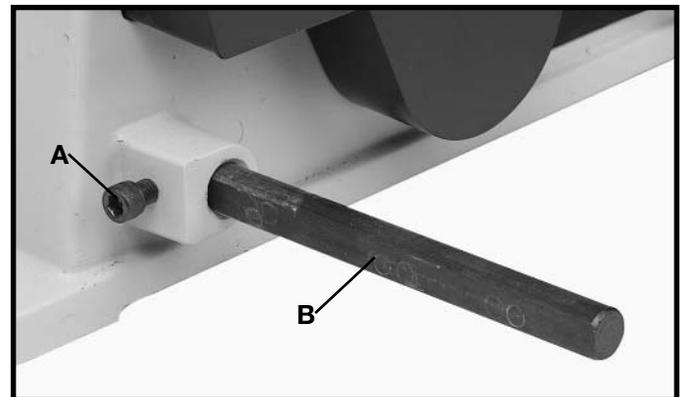

Fig. 11
1. Installez une vis hex. à tête creuse hex. M8 x 1,25 x 20 mm (A) fig. 11, en la vissant partiellement dans le trou taraudé de la base de la ponceuse et insérez la tige (B) dans le trou comme il est illustré. Alignez le méplat de la tige (B) avec la vis (A) et serrez la vis (A).